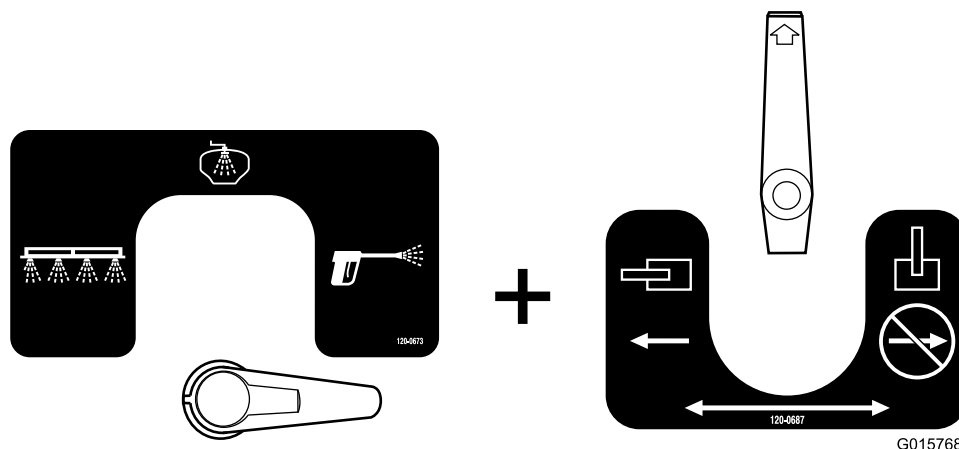

Figura 35
- Questa è la disposizione della pistola a spruzzo (Figura 35). Utilizzatela per spruzzare l'acqua di lavaggio dalla pistola a spruzzo.